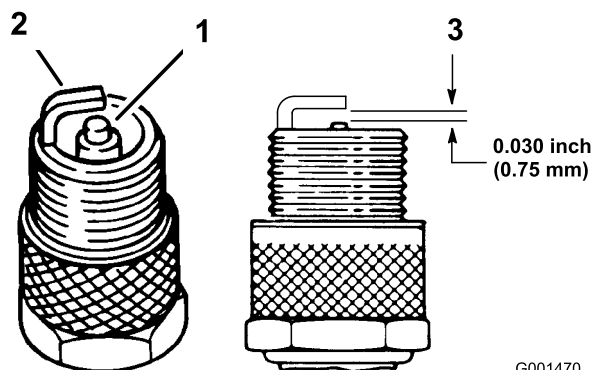

Figure 33
1. Examinez le centre des bougies (Figure 33). Si le bec isolant est recouvert d'un léger dépôt gris ou brun, le moteur fonctionne correctement. S'il est recouvert d'un dépôt noir, cela signifie généralement que le filtre à air est encrassé.
3. Contrôlez l'écartement entre l'électrode centrale et l'électrode latérale (Figure 33). Courbez l'électrode latérale (Figure 33) si l'écartement est incorrect.
3. Connectez les bougies (Figure 33).